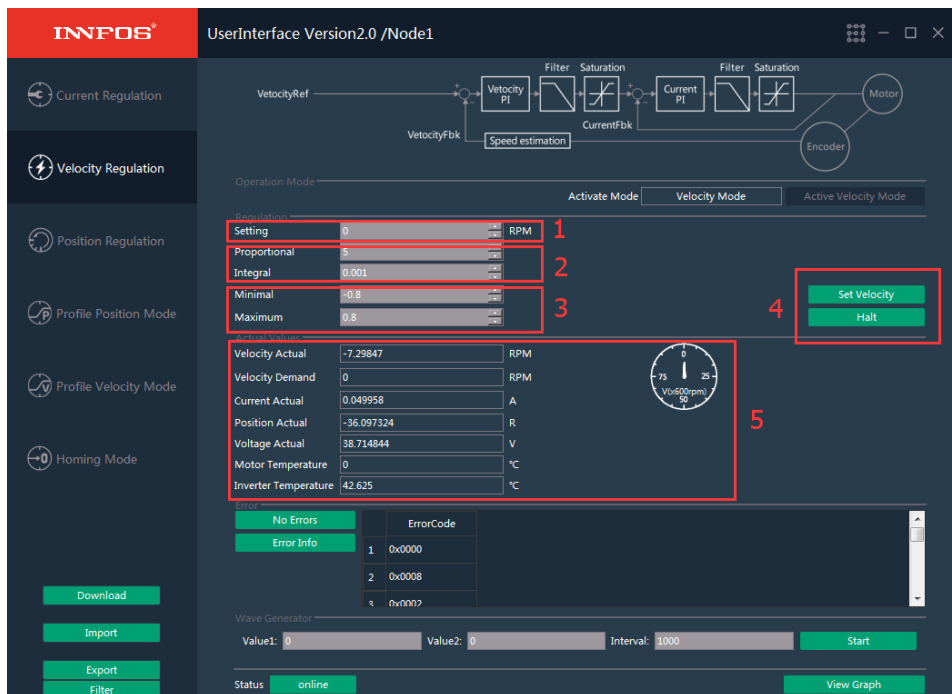

图 24
1：在图 24 的 1 处“Setting”框中输入转速值大小（单位：RPM），按回车键或点击图 24 的 4 处的“Set Velocity”键，微伺服开始转动
- 2：微伺服开始转动后，在图 24 的 5 处的状态值栏可以看到当前微伺服的各项参数值
- 3：调节 Proportional 框和 Integral 框可调节 PI 值，如图 24 的 2 处
- 4：图 24 的 3 处的 Minimal 框和 Maximum 框为速度环输出限幅（后接电流环的输入），例如：电流最大为 33A，输入值为 0.5，那么微伺服电流增加到 33×0.5 的时候，电流值将受限，不再增加